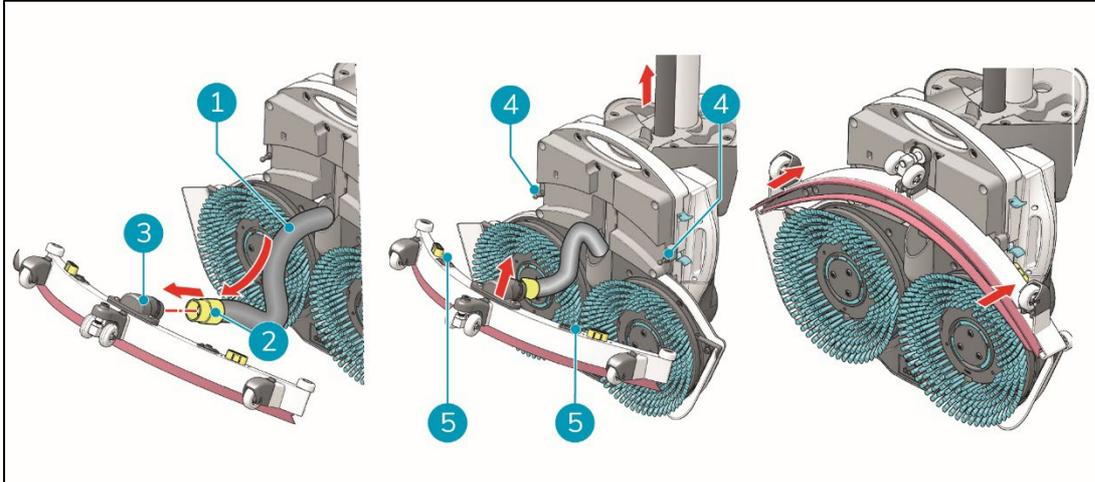

Abbildung 11
1. Nehmen Sie den Unterdruckschlauch (Abbildung 11, Pos. 1).
2. Stecken Sie den Schlauchanschluss (Abbildung 11, Pos. 2) in den Rollenquetscher (Abbildung 11, Pos. 3).
3. Drehen Sie den Schlauchanschluss $\frac{1}{4}$ Umdrehung, damit er fest sitzt (Abbildung 11, Pos. 2).
6. Richten Sie die Stifte auf dem Bürstendeck aus (Abbildung 11, Pos. 4) mit den Löchern an der Saugleiste (Abbildung 11, Pos. 5).